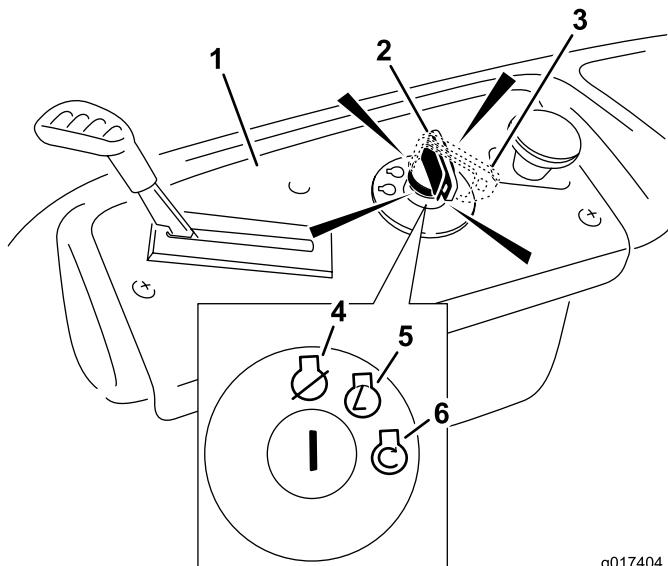

Figure 13
4. Tournez la clé de contact en position de démarrage pour activer le démarreur. Relâchez la clé quand le moteur démarre (Figure 13).
2. Placez la manette d'accélérateur en position de Régime maximum (Figure 13).